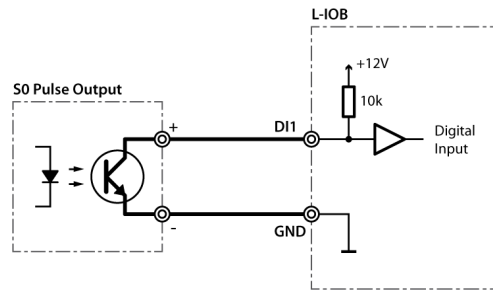

Abbildung 104: S0-Pulszähler an DI
S0-Pulszähler müssen an Digitaleingänge (DI) angeschlossen werden, siehe Abbildung 104.